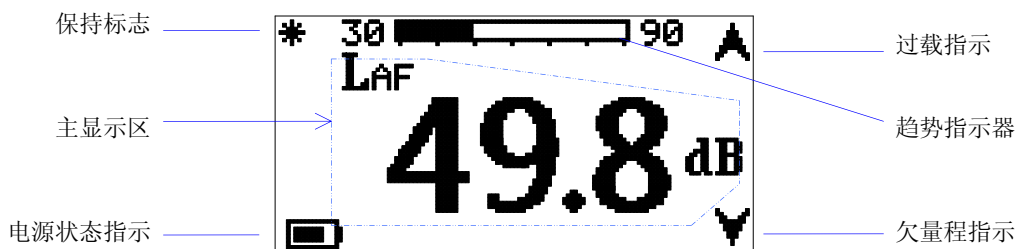

图 9 测量时间计权声级时的显示器
4.6.1.1 HY114B 的模式选择开关置于“普通”时，可测量 A 频率计权 F 时间计权声级或 C 频率计权 F 时间计权声级。测量时间计权声级显示器的界面如图 9 所示。
在时间计权声级测量(见 4.6.1)过程中,按住功能按钮,即能“冻结”(保持)主显示区当前显示的时间计权声级,此时,在显示器的左上角针对出现保持标志“*”并闪烁,见图 9。